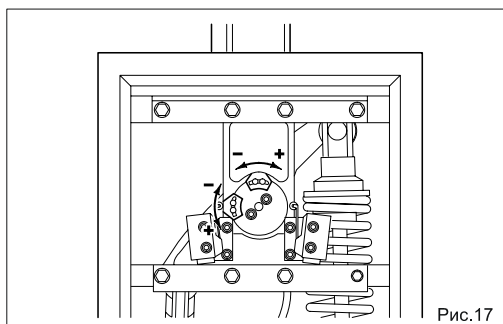

Рис.17
- Настройте кулачки концевиков, ослабив два винта, как показано на рис.17. Для увеличения угла торможения передвиньте кулачок к концевому выключателю. Для уменьшения угла замедления передвиньте от концевого выключателя.